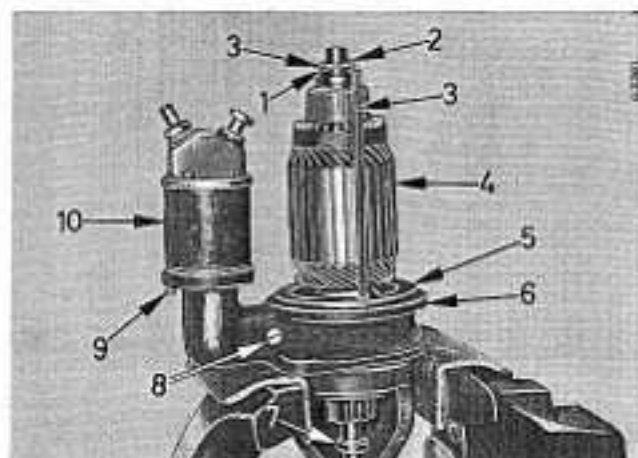

Bild 248
Um den Anker (4) Bild 248 freizulegen, wie folgt vorgehen: